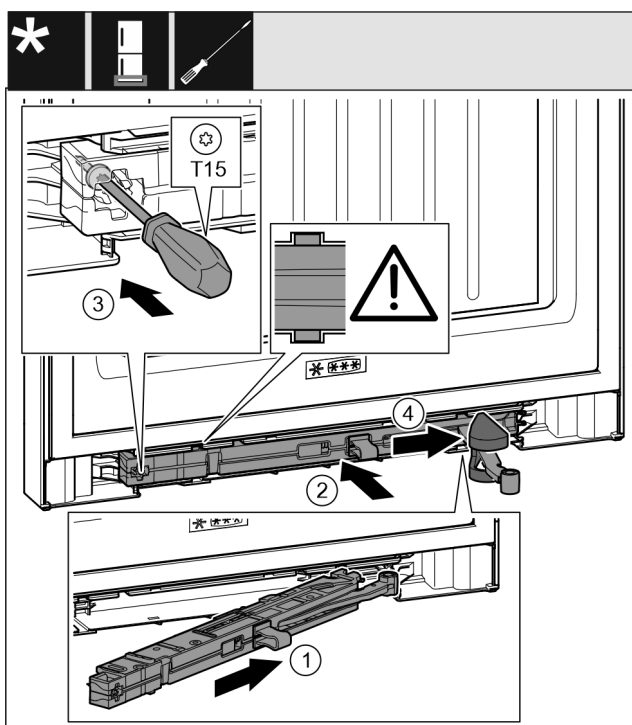

Fig. 37
- ▶ Jednotku tlmiča uzatvárania zasuňte na strane ložiskovej konzoly až na doraz šikmo do vybrania. Fig. 37 (1)
- ▶ Jednotku tlmiča uzatvárania zasuňte úplne do vybrania. Fig. 37 (2)
- ▶ Skrutkovačom T15 pevne zaskrutkujete skrutku. Fig. 37 (3)
- ▶ Na kĺb nasuňte kryt. Fig. 37 (4)